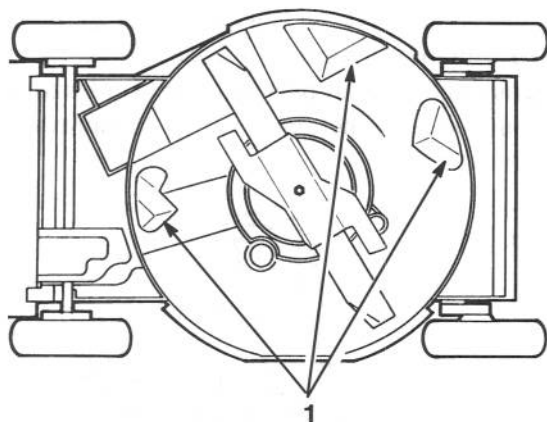

Figure 29
Pour assurer une performance optimale, garder le dessous du carter propre. Veiller particulièrement à ce que les déflecteurs soient exempts de débris (Fig. 29).
3. Basculer la tondeuse sur son côté gauche (Fig. 29).